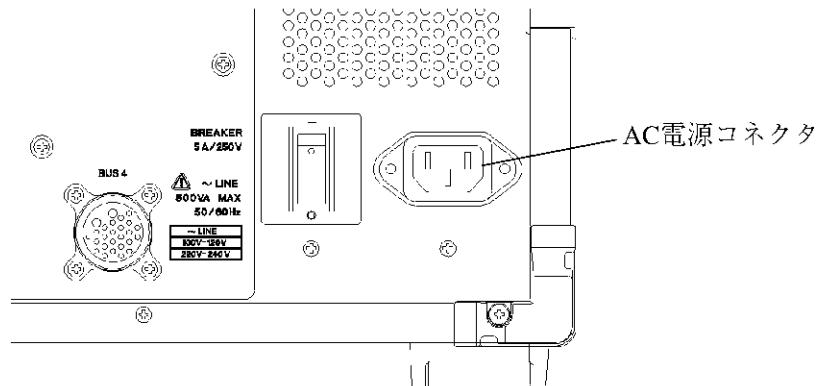

図3-10 電源ケーブルの接続
- 本器背面パネルのAC電源コネクタと、保護接地端子を備えた3極電源コンセントを付属の電源ケーブルで接続します(図3-10を参照)。